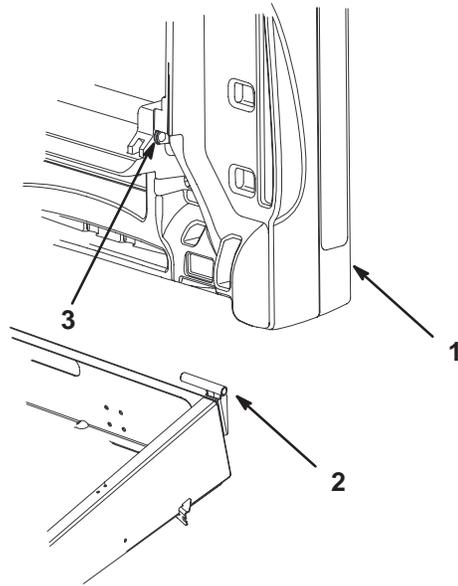

Bild 9
3. Schieben Sie das Befestigungsloch der Mulde über die Schwenkhalterung (Bild 9).